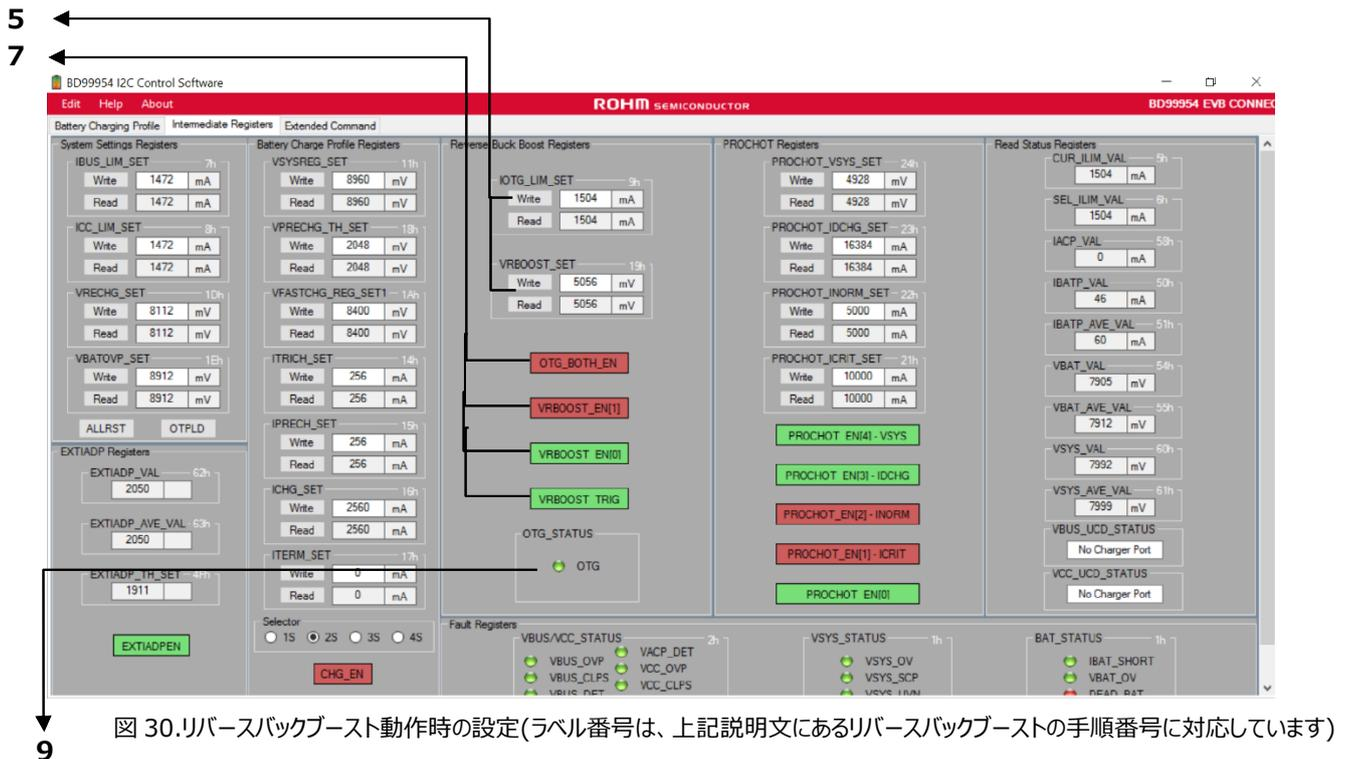

図 30.リバースバックブースト動作時の設定(ラベル番号は、上記説明文にあるリバースバックブーストの手順番号に対応しています)
5. 設定されるデフォルト電圧は 5V です。この電圧値は VRBOOST_SET (Reg 19h)で設定でき、電流値は IOTG_LIM_SET(Reg 9h)で設定される 1.5A です(図 30 を参照)。
7. [Intermediate Registers]タブにある[VRBOOST_EN[0]]、[VRBOOST_EN[1]]をそれぞれクリックして、VBUS、VCC のうち必要な入力端子を選択します。両方の入力端子を設定した場合は OTG_BOTH_EN が選択されます(図 30 を参照)。
9. リバースバックブーストの動作が始まると、[Intermediate Registers]タブにある OTG インジケータが緑色に変わります(図 30 を参照)。
起動時の入力電流制限値は、IADP ピンの電圧を変えることで変更できます。次の図 30 に示したように、R5 と R6 とで構成された抵抗分圧回路を変更すれば起動時の入力電流制限値は変えられます。